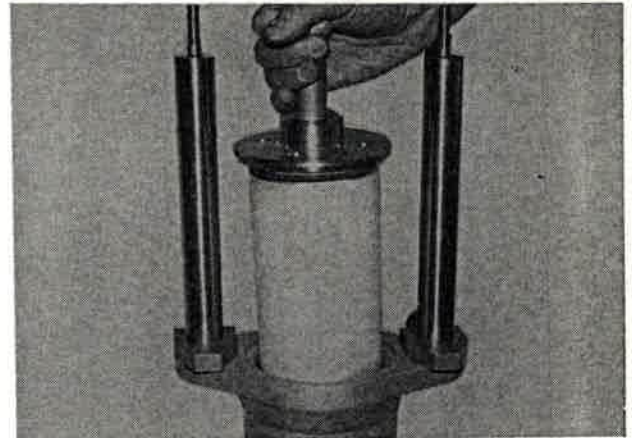

Bild 228
12.5 Kolben aus dem Vorratszylinder herausnehmen (Bild 228) und reinigen.